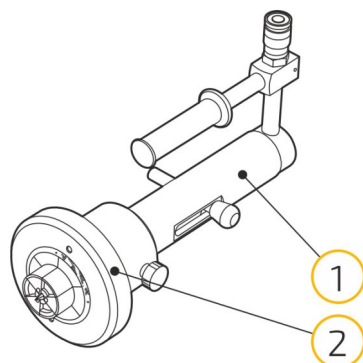

Рис. 5.7.4
2. Закрепить на гидроцилиндре 1 расширительную насадку 2 требуемого размера (рис. 5.7.4).